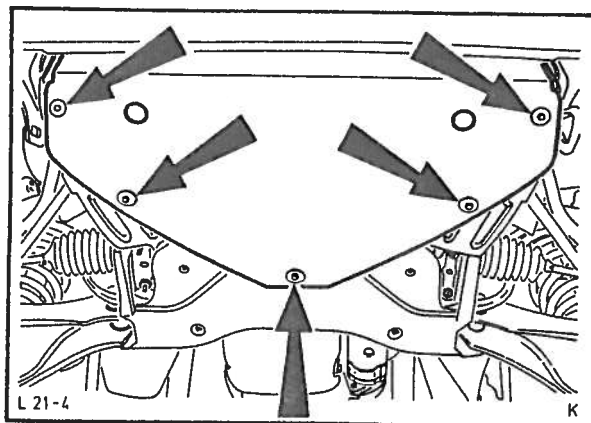

Fig. 104 Demontering av motorens søledeksel.
2. Demonter motorens søledeksel (5 bolter), fig. 104.